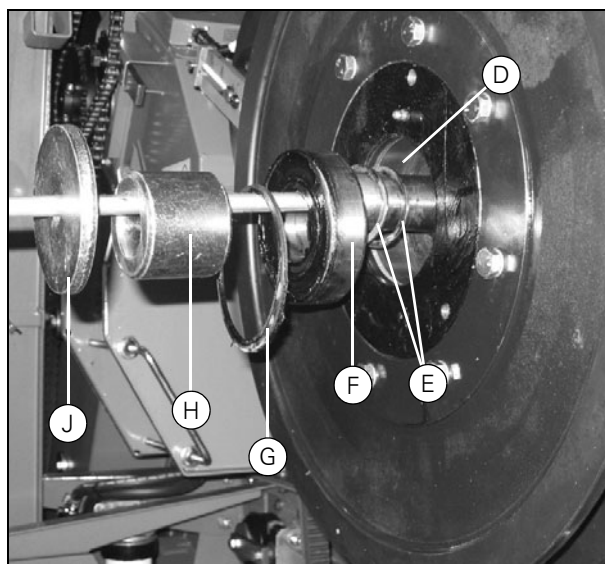

Рисунок 36
- Установите внутреннее стопорное кольцо (D), прокладки (E) (в том же количестве, которое было снято), подшипник (F), стопорное кольцо (G), дистанционную втулку (H) и шайбу (J) в том порядке, который показан на (Рис. 36).